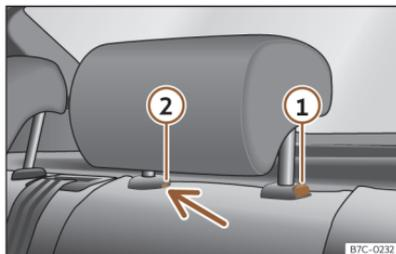

Fig. 99 Apoyacabezas trasero: desmontaje.
- Pulse la tecla >>> **fig. 99** ①, apretando a la vez por el orificio del seguro ② con un destornillador plano de máximo 5 mm de anchura y retire el apoyacabezas.